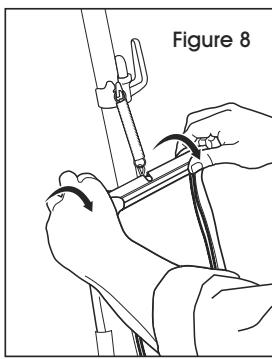

Figure 8
2. Desserez le bouchon de sac en saisissant les languettes et en tournant le bouchon vers l'arrière du sac. (Voir Figure 8)